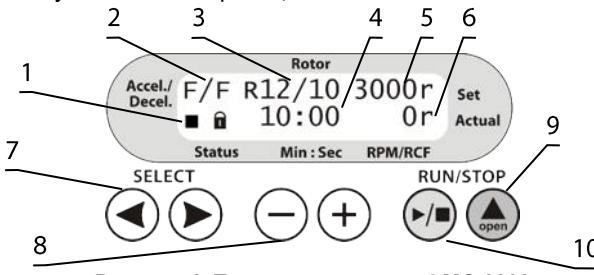

Рисунок 4. Панель управления LMC-3000
- Проверьте сетевой кабель на повреждения и подключите его к сетевой розетке с заземлением. Переведите сетевой выключатель на приборе в положение **I** (включено). Нажмите кнопку **▲ Open** (рис. 4/9 или 5/11) и откройте крышку рукой.
- Режимы ускорения и торможения (рис. 4/2 или 5/2);
- Установленный ротор (рис. 4/3 или 5/3);
- Установленная скорость ротора в RPM или RCF1 (рис. 4/5 или 5/5);
- Индикация ротора, ■ остановлен или ▶ запущен (рис. 4/1 или 5/1, первый символ);
- Индикация крышки, □ заперта или ▨ открыта (рис. 4/1 или 5/1, второй символ);
- Установленное время работы в минутах и секундах (рис. 4/4 или 5/4);
- Текущая скорость ротора в RPM или RCF1 (рис. 4/6 или 5/6);
- 5.4. Нажмите кнопку **▲ Open** (рис. 4/9 или 5/11) и откройте крышку рукой. Осмотрите ротор и стаканы на предмет износа или коррозии, и замените при необходимости. Расположите ЧЁТНОЕ число пробирок / планшетов в гнезда ротора друг напротив друга. Уровень жидкости в противоположных пробирках должен быть одинаковым.
- 5.5. **Установка параметров.** Используйте кнопки **SELECT ◀** и **▶** (рис. 4/7 или 5/10), чтобы выбрать параметр, и кнопки **-** и **+** (рис. 4/8 или 5/9), чтобы его изменить. Выбранный параметр мигает. Если кнопку нажать и удерживать дольше 2 секунд, значения меняются быстрее. Программа автоматически сохраняет все изменения, если в течении 2 секунд не нажимается ни одна кнопка.
- 5.5.1. Режимы ускорения (рис. 4/2 или 5/2, первая буква). Доступны три режима ускорения, медленный (**S**, от slow), нормальный (**N** от normal) и быстрый (**F** от fast).
- 5.5.2. Режимы торможения (рис. 4/2 или 5/2, вторая буква). Доступны четыре режима торможения, свободное торможение (**0**), медленный режим (**S**), нормальный (**N**) и быстрый (**F**).
- 5.5.3. Установленный ротор (рис. 4/3 или 5/3). Комбинации роторов, адаптеров и их максимально допустимых скоростей приведены в Таблице 1.
- 5.5.4. Выбор параметров вращения (рис. 4/5 или 5/5). Скорость ротора задаётся в оборотах в минуту (RPM) или через относительную центробежную силу (RCF) и обозначается на дисплее после численного значения как **r** и **g**, соответственно. Значения пересчитываются при выборе единиц измерения. Скорость в RCF зависит от диаметра выбранного ротора или адаптеров, как показано в Таблице 1.
5.5.6. Установка времени (рис. 4/4 или 5/4). Выставьте продолжительность центрифугирования, шаг установки 1 минута.
5.6. Аккуратно и плавно закройте крышку до щелчка. На дисплее отобразится символ  (рис. 4/1 или 5/1, второй).
5.7. Нажмите кнопку **RUN/STOP ►/■** (рис. 4/10 или 5/12) для начала центрифугирования. На дисплее отобразится символ  (рис. 4/1 или 5/1) и текущая скорость (рис. 4/6 или 5/6) на нижнем ряду дисплея. Таймер (рис. 4/4 или 5/4) начнёт отсчёт после достижения установленной скорости.